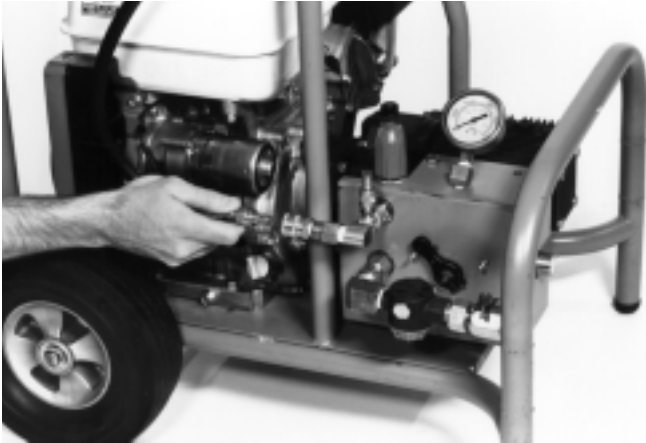

Figura 2 – Conexión de la manguera
5. Conecte la manguera de conexión en el rollo (de la manguera) con el acoplamiento rápido de la Limpiadora (*Figura 2*).
4. Asegure que la manguera de conexión del rollo esté acoplada al acoplamiento rápido de la salida de la Limpiadora (Figura 2).
- Si se emplea otro rollo de manguera distinto, acople esa manguera al acoplamiento rápido de la salida de la Limpiadora como se muestra en la Figura 2.